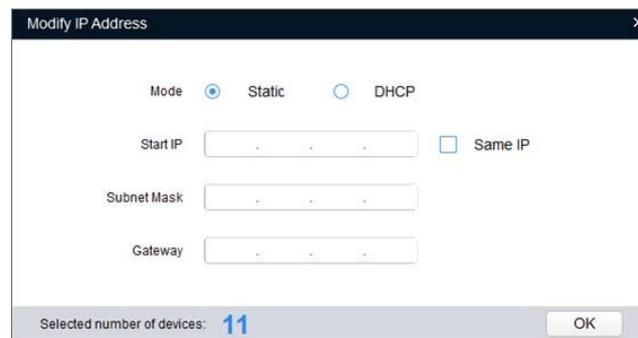

Abbildung 2-9 Schnittstelle zum Ändern der IP-Adresse
2. Wählen Sie die Geräte aus, deren IP-Adressen Sie ändern möchten, und klicken Sie dann auf die Schaltfläche „IP ändern“. Die Schnittstelle „IP-Adresse ändern“ wird angezeigt. Siehe Abbildung 2-9.